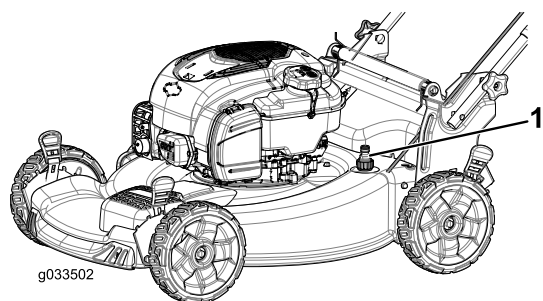

Figura 19
5. Collegate una canna da giardino al rubinetto dell'acqua e al foro di lavaggio (Figura 19).